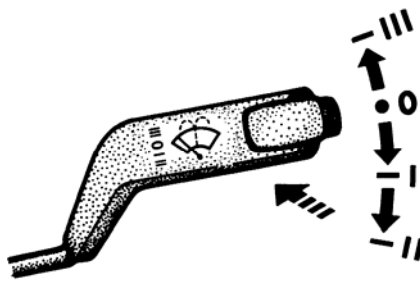
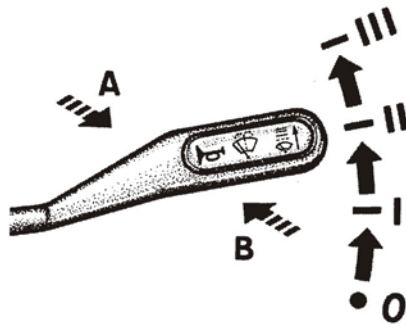

Рис. 5.4. Положение рычага переключателя стеклоочистителя и стеклоомывателя (без звукового сигнала)
Рис. 5.5. Положение рычага переключателя стеклоочистителя и стеклоомывателя (со звуковым сигналом)*
*На части автомобилей звуковой сигнал включается переключателем стеклоочистителя и стеклоомывателя (см. рис.5.5).
5 – рычаг переключателя стеклоочистителя, стеклоомывателя и звукового сигнала*. При положении рычага (рис. 5.4.): 0 – стеклоочиститель выключен; I – включена малая скорость стеклоочистителя; II – включена большая скорость стеклоочистителя; III- включена прерывистая работа стеклоочистителя. При положении рычага (рис. 5.5): 0 – стеклоочиститель выключен; I – включена прерывистая работа стеклоочистителя; II – включена малая скорость стеклоочистителя; III – включена большая скорость стеклоочистителя.
Если в переключателе не установлен выключатель звукового сигнала (рис. 5.4.), то перемещением рычага на себя (в направлении стрелки) из положения 0 кратковременно включаются омыватель и стеклоочиститель.
Если в переключателе установлен выключатель звукового сигнала (см. рис. 5.5), то для кратковременного включения омывателя и стеклоочистителя рычаг переключателя необходимо перевести из положения 0 от себя (в направлении стрелки «А»), а для включения звукового сигнала рычаг перевести (из любого положения) на себя (в направлении стрелки «В»).